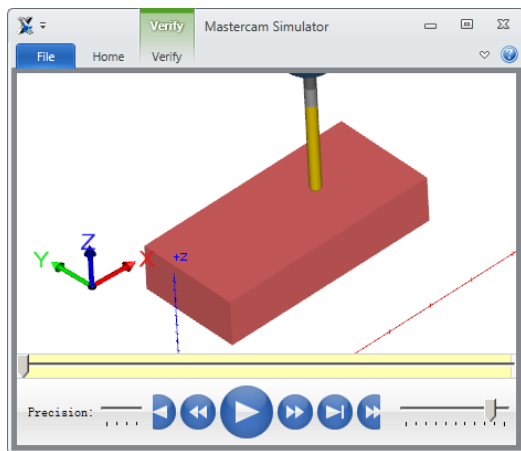

图 8.7.3 “Mastercam Simulator”对话框
(1) 在“操作控制器”中确认 1 - 曲面粗加工挖槽 - [WCS: 俯视图] - [刀具平面: 俯视图] 节点被选中，然后单击“验证已选择的操作”按钮 ，系统弹出图 8.7.3 所示的“Mastercam Simulator”对话框。